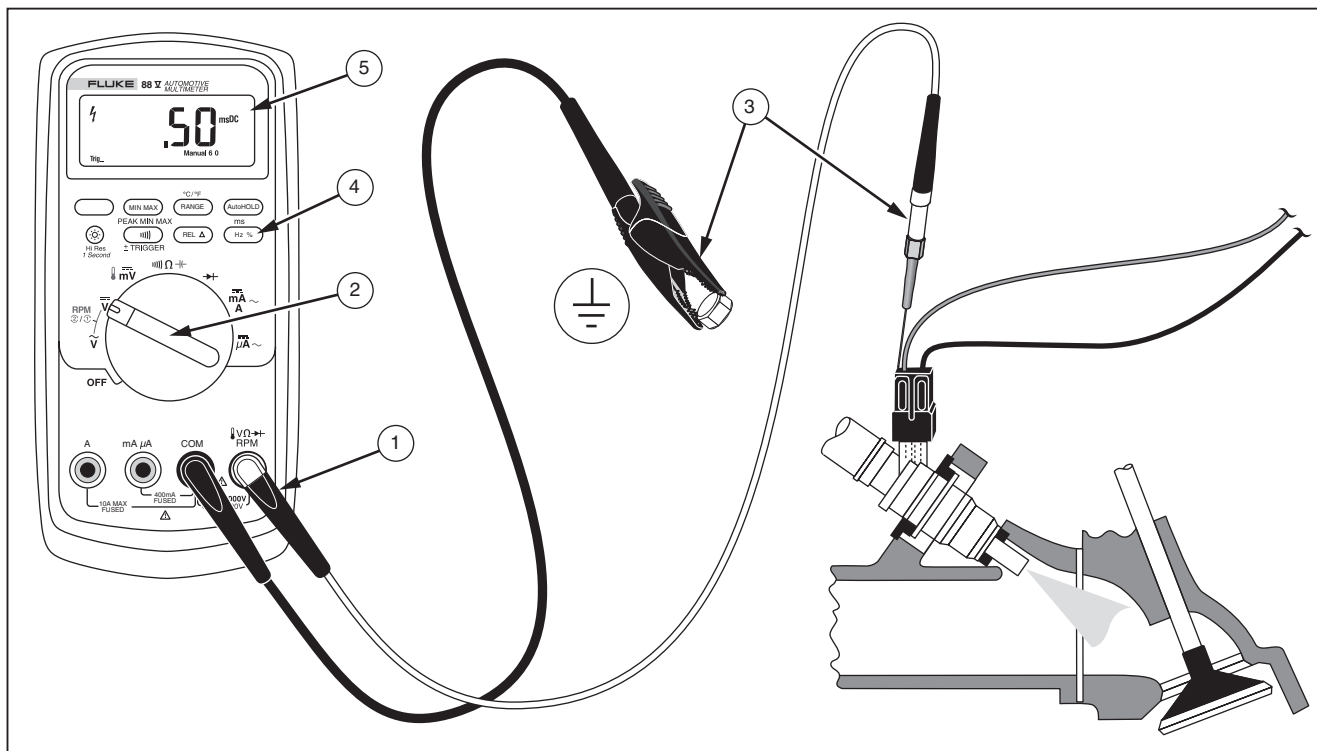

Figura 12. Medición del ancho de impulso en un inyector de combustible del tanque
1. Inserte los conductores de prueba en los terminales de entrada ilustrados en la figura 12.